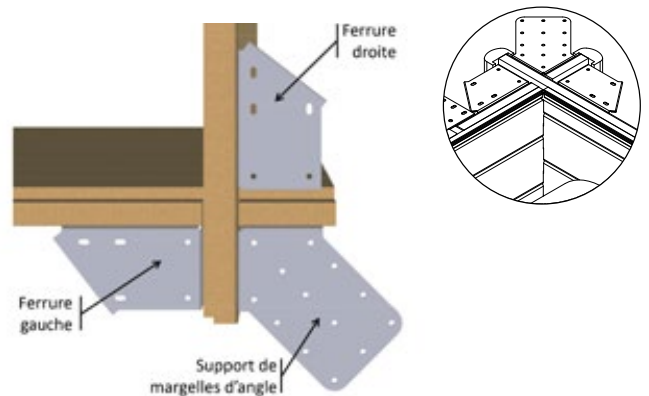

Figure 19 – Mise en place des ferrures dans les angles
- En haut des quatre jambes de force métalliques et des deux jambes de force en bois, mettez en place six ferrures « droite » et six ferrures « gauche » du kit « Éléments de fixation » selon la Figure 19. Utilisez 6 vis penture 6 × 20 en inox A2 (sachet G) par ferrure, soit un total de 72 vis.